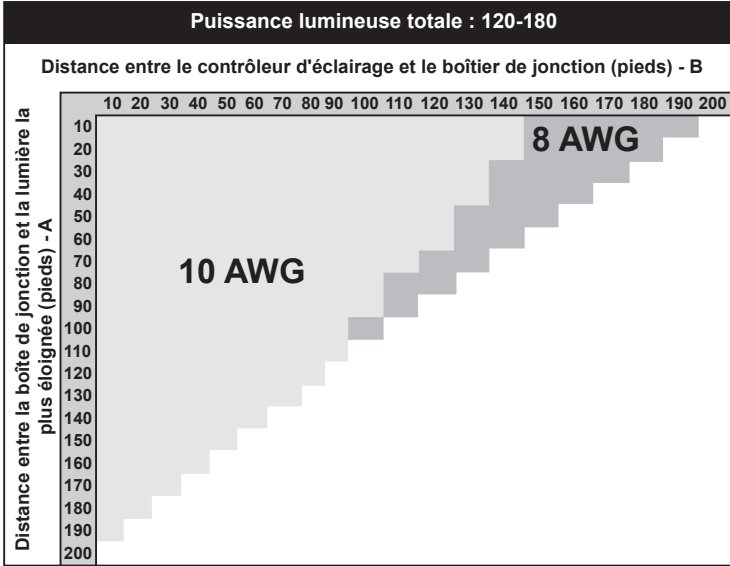

Figure 5. Tableau de sélection du calibre des fils 120-180 W
- Pour toutes les installations, utilisez un fil d'au moins 10 AWG. Reportez-vous à la figure 5 pour connaître la taille de fil appropriée sur les installations nouvelles ou améliorées.
Pour une puissance totale entre 120 et 180 W, voir la figure 5, pour une puissance totale entre 181 et 240 W, voir la figure 6.
7. Le RS -485 est câblé en usine au contrôleur de luminaire. Connecter les fils de communication RS-485 basse tension au système d'automatisation Aqualink RS. Câbler d'abord le rouge (R) à 1, le noir (B) à 2, le jaune (Y) à 3 et le vert (G) à 4 sur le connecteur, voir Figure 5.